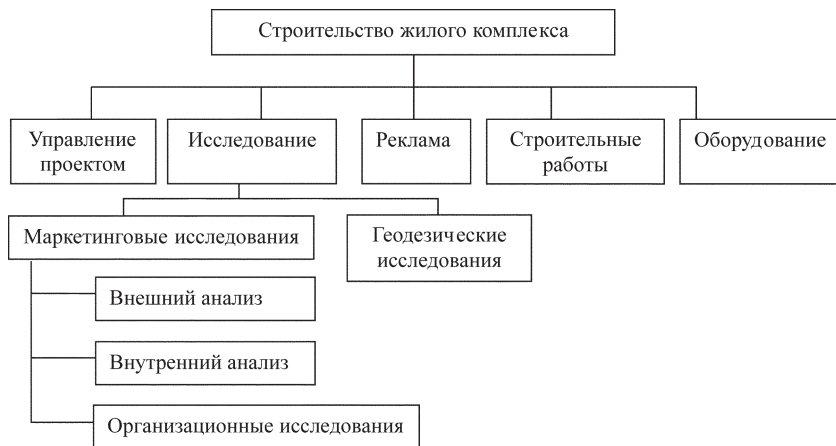

Рис. 2.3. Схема функционального принципа построения целевой структуры
2. *Функциональный* — построение WBS по функциональным элементам деятельности. В качестве элементов WBS выбираются элементы операций технологического цикла производства продукции. Для определения названия пакетов работ и отдельных работ используются глаголы или отглагольные существительные (рис. 2.3).